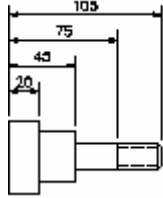

图 8-52 利用 QDIM 命令创建基线标注
(3) Baseline。创建一系列的基线标注。如图 8-52 所示的利用 QDIM 命令创建基线标注。